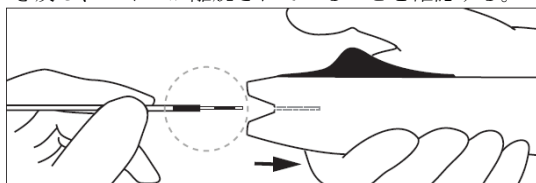

図 4
16. デタッチメントハンドルをゆっくりと慎重に引いてデリバリープッシャーから取り外す。黒色のアラインメントゾーンが離れていることを確認した後(図 4)、X 線透視下でデリバリープッシャーをゆっくりと慎重に引き戻し、コイルが離脱されていることを確認する。